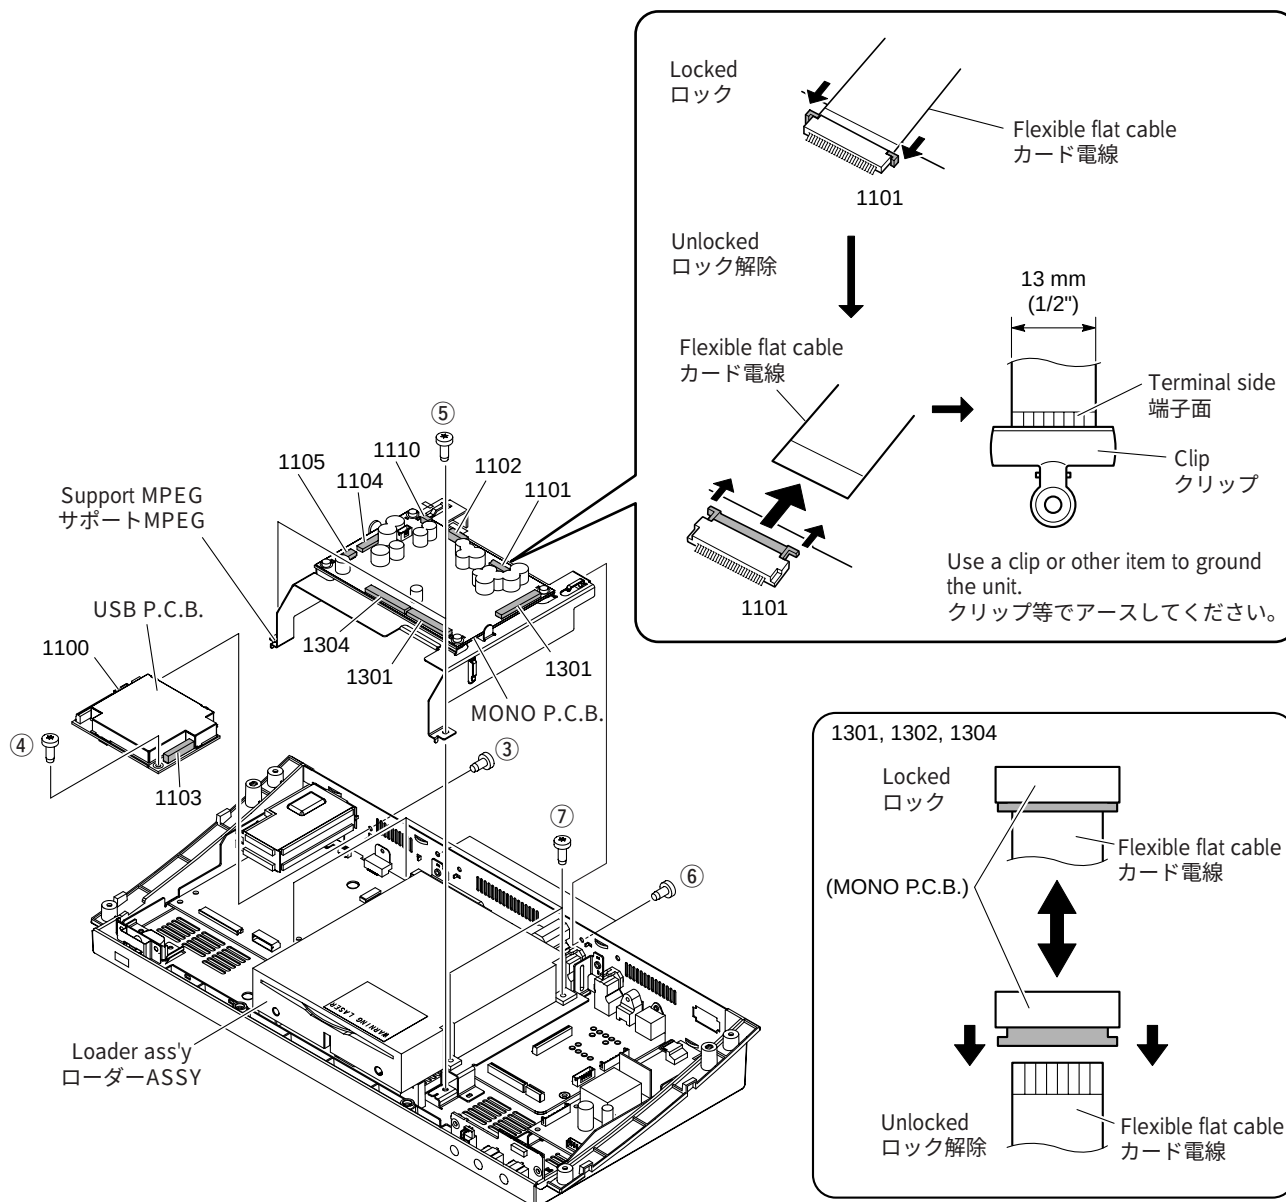

Fig. 3
- Remove screw (③) and screw (④). (Fig. 3)
- Remove 1100 and 1103. (Fig. 3)
- Remove the USB P.C.B.. (Fig. 3)
- Remove 2 screws (⑤) and 2 screws (⑥). (Fig. 3)
- Unlock 1101 and then disconnect the flexible flat cable, and ground the terminal face of the flexible flat cable with a clip or the like. (Fig. 3)
- Remove 1102, 1104, 1105 and 1110. (Fig. 3)
- Unlock 1301, 1302 and 1304 and then disconnect the flexible flat cable. (Fig. 3)
- Remove MONO P.C.B. together with the support MPEG. (Fig. 3)
- Remove 4 screws (⑦). (Fig. 3)
- Remove the loader ass'y. (Fig. 3)
- ③ のネジ 1 本、④ のネジ 1 本を外します。 (Fig. 3)
- 1100、1103 を外します。 (Fig. 3)
- USB PCB を取り外します。 (Fig. 3)
- ⑤ のネジ 2 本、⑥ のネジ 2 本を外します。 (Fig. 3)
- 1101 のロックを解除してカード電線を外します。次に外したカード電線のクリップ等で端子面をアースします。 (Fig. 3)
- 1102、1104、1105、1110 を外します。 (Fig. 3)
- 1301、1302、1304 のロックを解除してカード電線を外します。 (Fig. 3)
- MONO P.C.B. をサポート MPEG と一緒に取り外します。 (Fig. 3)
- ⑦ のネジ 4 本を外します。 (Fig. 3)
- ローダー ASSY を取り外します。 (Fig. 3)
b. Slide the lower part of the front panel ass'y forward gradually and remove it from 4 dowels. (Fig. 3)
b. フロントパネル ASSY の下側を前方にゆっくりスライドさせ、ダボ 4 箇所を外します。 (Fig. 3)